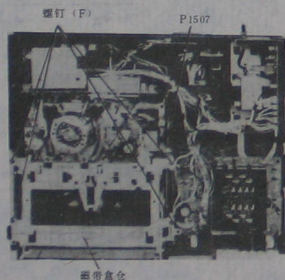

图 1-9 拆卸磁带盒仓
参看图 1-9, 将接线器 P1507 从前面装带电机印刷电路板脱开 (即将插头与插座分开), 旋出 4 个螺钉 (F)。然后, 小心地取出磁带盒仓。